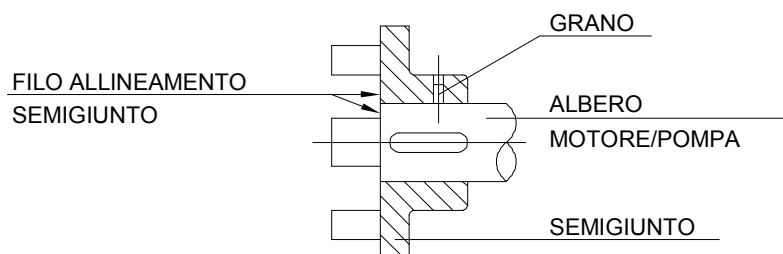

Fig. 13
- 1 - Pulire accuratamente l'albero e la relativa chiavetta del motore elettrico e/o della pompa; introdurre le chiavette nelle proprie sedi e calzare i due semigiunti posizionandoli a filo dei rispettivi alberi esercitando una leggera pressione con l'ausilio di un martello di gomma, preferibilmente dopo avere preriscaldato le parti in metallo (vedere la fig. 13). Serrare leggermente i grani di bloccaggio. Per le versioni monoblocco occorre prestare attenzione nel serrare i fori di accoppiamento tra lanterna e flangia motore, come riportato al punto successivo. Verificare che il motore e la pompa girino liberamente a mano agendo sui rispettivi semigiunti.